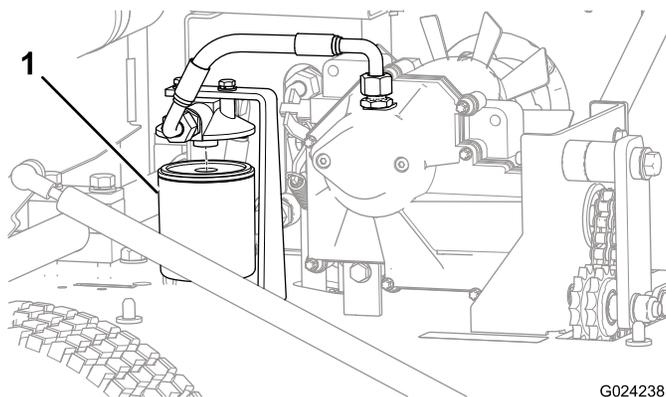

Figura 33
5. Coloque um recipiente de escoamento debaixo do filtro e retire o filtro (Figura 33).